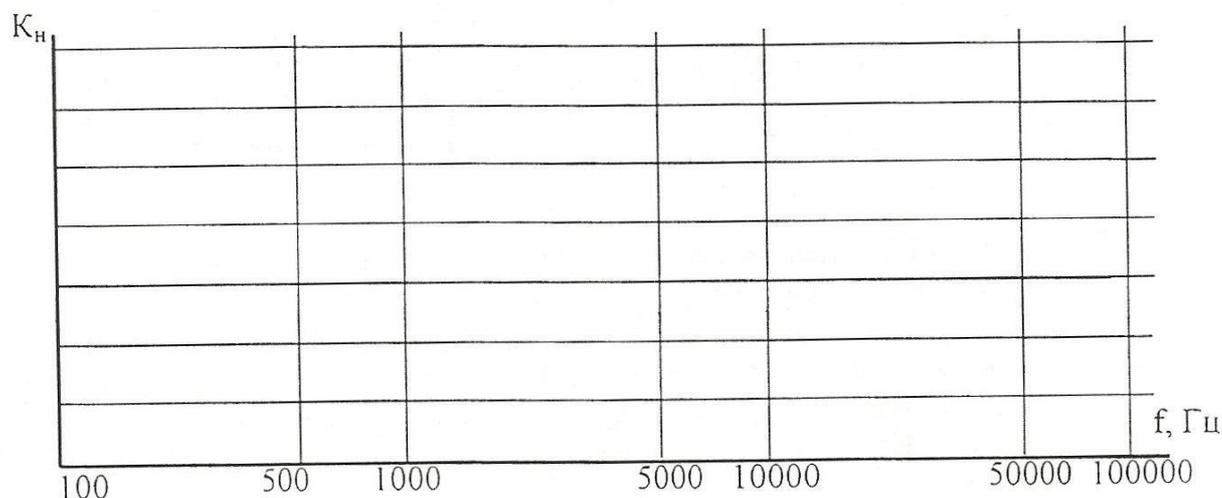

Рисунок 2.6.2. Амплитудно-частотная характеристика усилителя
7. По данным таблицы 2.6.1 построить амплитудно-частотную характеристику усилителя (рисунок 2.6.2), при этом масштаб изображения на оси частот должен быть логарифмическим.